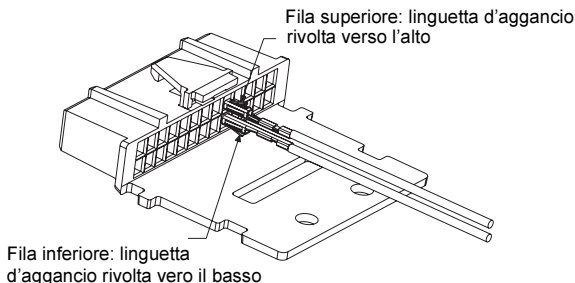

Figura 3. Orientamento dei terminali
3. Inserire il filo del cavo con il terminale di contatto nel pin 23 del connettore accessori, come illustrato nella *Figura 3*.